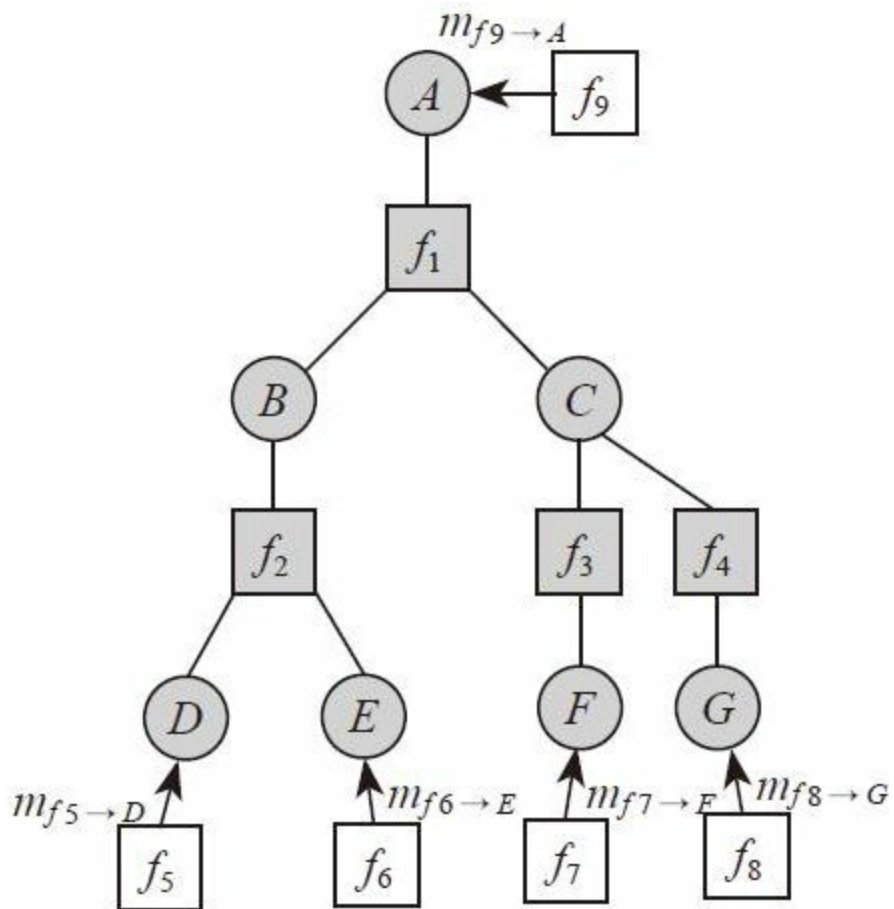

图9-18 消息传播第一步
①从各个叶子节点往根节点传播消息。如图9-18所示，五个 $m$ 都是从信道得来。比如 $m_{f9 \rightarrow A} = f_9(A) = P(A|Y_A = y_A)$